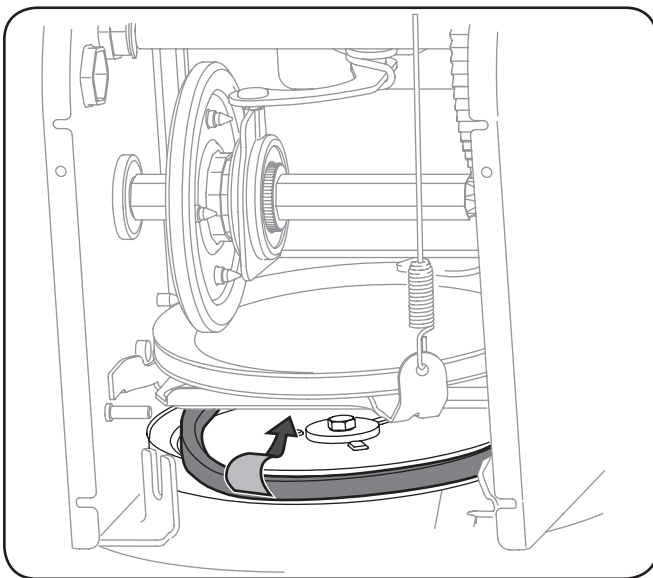

Figura 7-5
- Retire la correa de alrededor de la polea de la barrena y deslice la misma entre la ménsula de soporte y la polea de la barrena. Consulte la Figura 7-5.